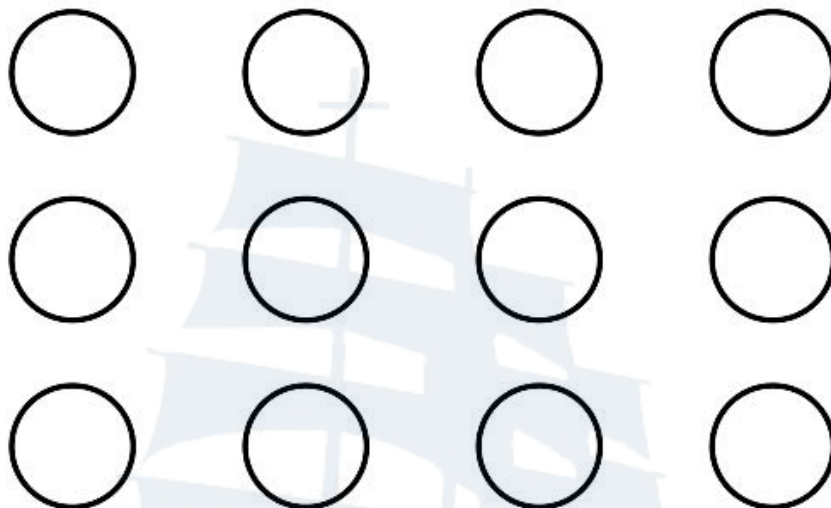

Рис. 141. Прямоугольный массив
**Прямоугольный массив** → **Выбрать объект** (окружность) → **Enter** → **к** (количество) → **Enter** → Указать количество строк (рядов) – **3** → **Enter** → Указать количество **столбцов** массива, в которых нужно расположить копии выбранных объектов (по умолчанию – 4) → **Enter** → **и** (интервал) → **Enter** → Указать расстояние **между строками** (рядами) **30 мм** – по умолчанию → **Enter** → Расстояние **между столбцами** **30 мм** – по умолчанию → **Enter**. Построенный прямоугольный массив изображен на рис. 141.
Построенный прямоугольный массив изображен на рис. 141.